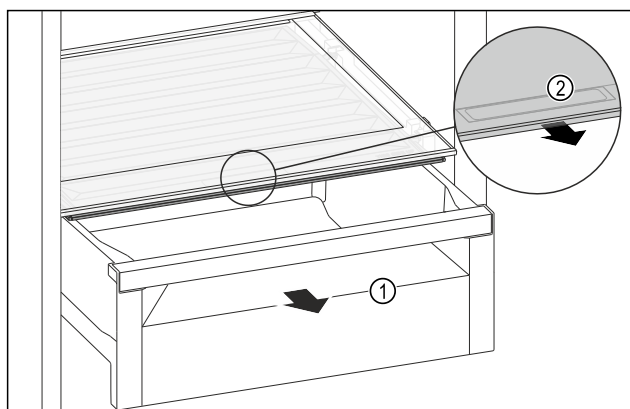

Fig. 114
- Træk skuffen Fig. 114 (1) ud.
- Tag fat i grebsforsænkningen Fig. 114 (2) i bokslåget, og træk samtidigt bokslåget frem.